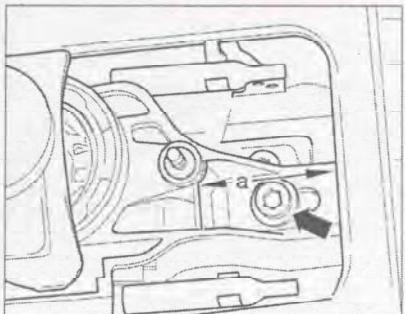

Рис. 7.29. Измерение расстояния *a* между кузовом и корпусом рычага переключения передач.
4. Измерьте расстояние *a* между кузовом и корпусом рычага переключения передач (рис. 7.29). **Номинальное значение:** 41 мм.